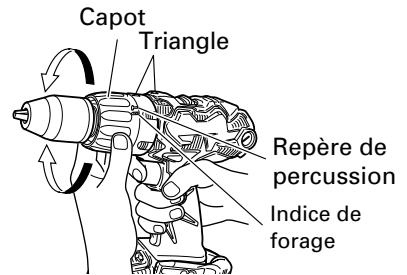

Fig. 21
9. Vérification de la position du capuchon <DV18DL> (Voir Fig. 21)
(2) Indication du couple de serrage (Voir Fig. 21 et 23)
(3) Réglage du couple de serrage (Voir Fig. 21 et 23)